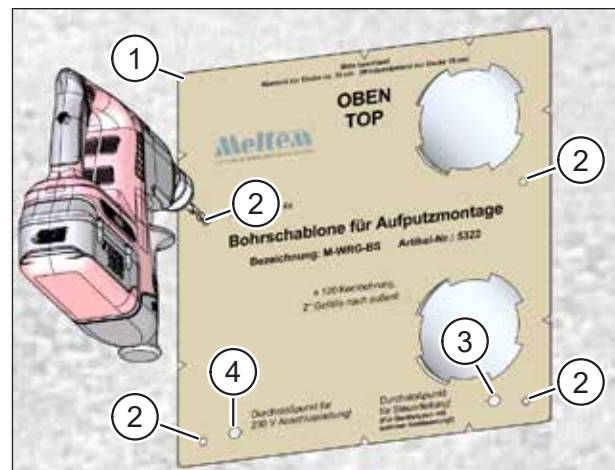

Abb. 19: Bohrungen für Dübel und Markierungen für Anschlusskabel
- ▶ Setzen Sie die Bohrschablone (Pos. 1 in Abb. 19) passgenau auf die beiden Kernlochbohrungen auf.
- ▶ Markieren Sie die vier Bohrungen (Pos. 2 in Abb. 19) für die Dübel zum Befestigen des Lüftungsgerätes an der Innenwand.
- ▶ Markieren Sie die Position des Kabelauslasses für das Netzkabel (Pos. 4 in Abb. 19) des Lüftungsgerätes. Die Markierung kennzeichnet das Ende der noch zu fräsenden Mauernut für das Netzkabel.
- ▶ Markieren Sie ggf. die Position des Kabelauslasses für das Steuerkabel (Pos. 3 in Abb. 19) des Lüftungsgerätes (nur bei Lüftungsgeräten mit Steuerkabelanschluss, siehe Tab. 4 auf Seite 29). Die Markierung kennzeichnet das Ende der noch zu fräsenden Mauernut für das Steuerkabel.